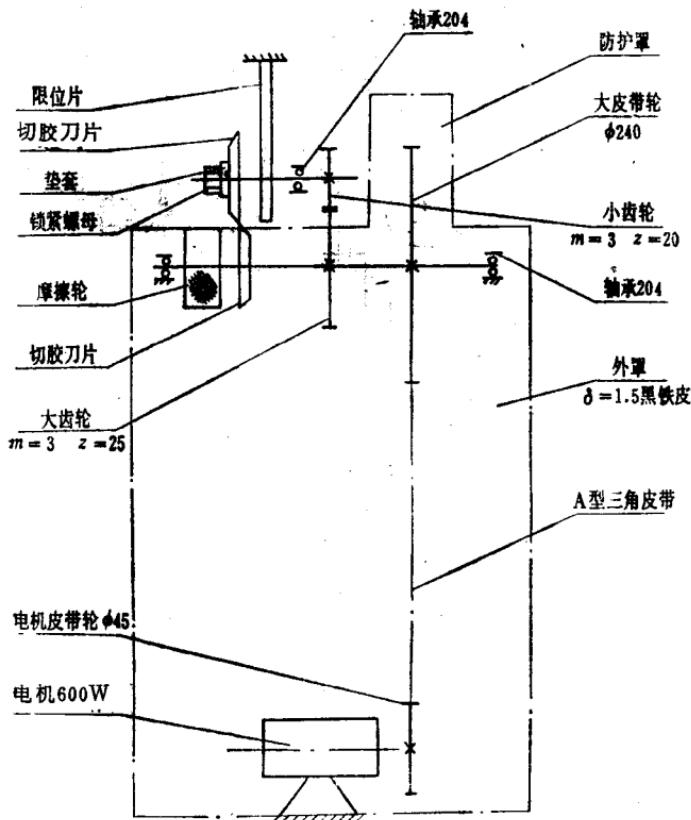

图 4—2 削胶机
岳阳工务段目前修补胶垫厂房，系利用机务段旧厂房，厂房总面积约100平方米，可年产大胶垫10万块，小胶垫5万块。厂房布置如图4—1所示。如属独立的工厂，则应考虑增加办公室、学习室、厕所、洗澡间等。
### 1. 削胶机，也称裁条机，其示意图见图4—2。
2. 磨胶机：示意图见图 4—3。